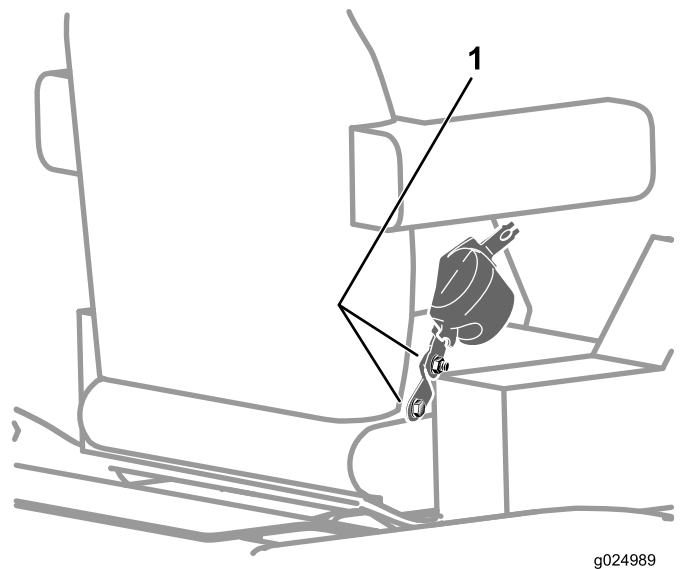

Figura 114
2. Compruebe que los pernos y las tuercas que sujetan el retractor y la hebilla del cinturón de seguridad al asiento están apretados a 47–61 N-m; consulte la Figura 114.